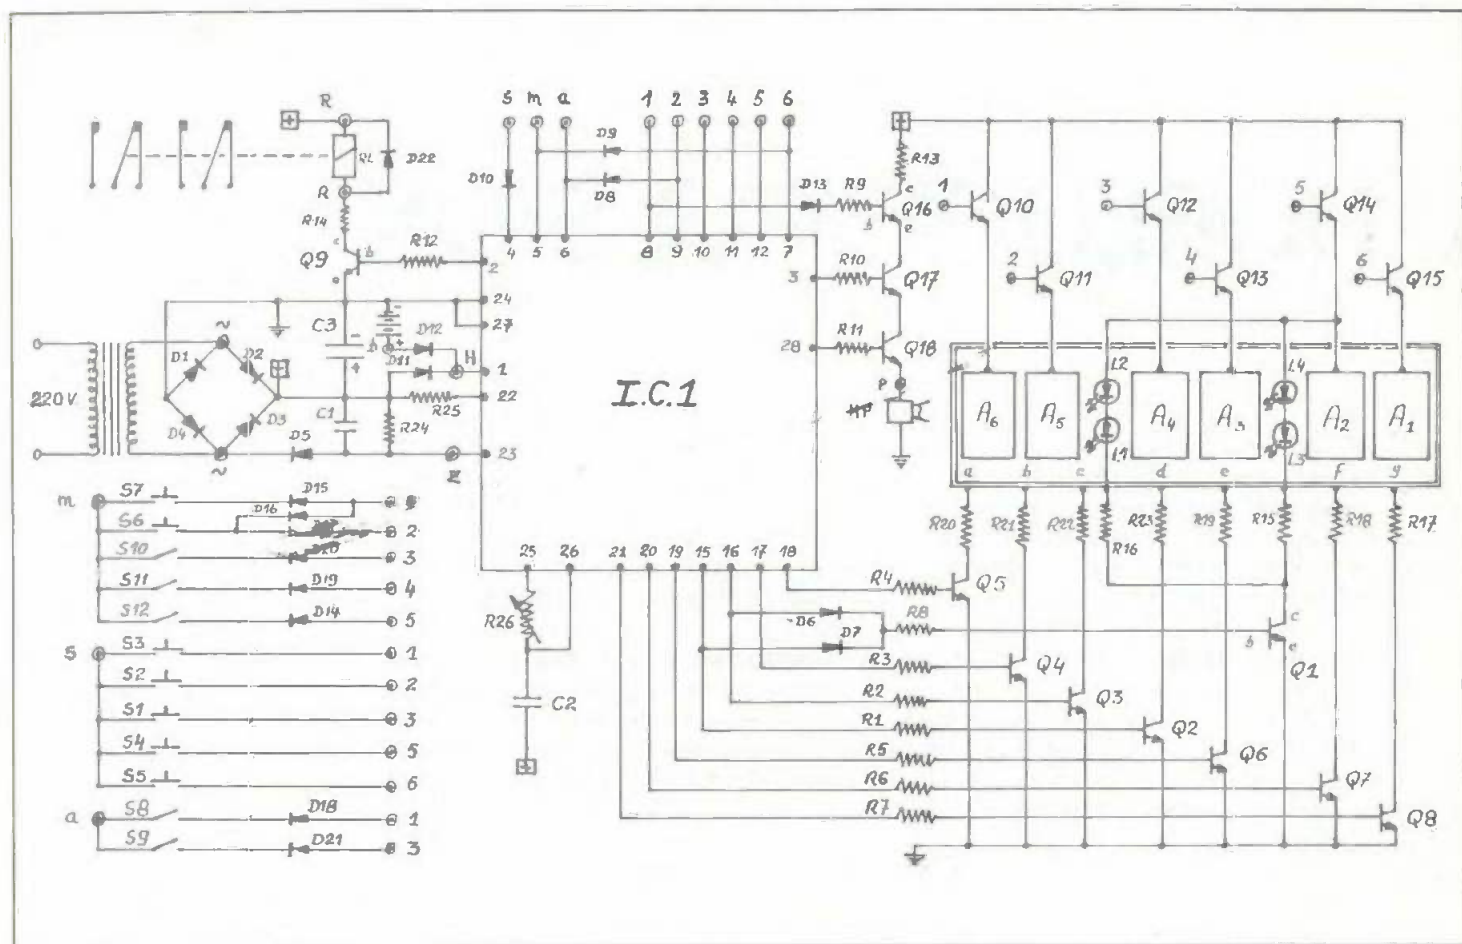

Fig. 1. - L'horloge PULSION a été construite autour d'un circuit intégré à vingt-huit broches qui résume toutes les fonctions possibles.
Une telle énumération de possibilités pourrait faire croire à une réalisation d'une complexité décourageante. Pas du tout ! Une fois de plus, comme pour les autres horloges Pulsion, un seul circuit intégré fait la quasi-totalité du travail. Par conséquent, le schéma visible à la figure 1, est loin d'être aussi compliqué qu'on pourrait le craindre.
- Les commandes de fonction sont obtenues par un procédé de balayage (multiplex) entre trois pattes spécialisées (pattes 4, 5, 6) et les sorties afficheurs (pattes 7 à 12). Ceci a permis de présenter le circuit dans un boîtier de 28 pattes seulement ! La matrice des connexions des commandes est reprise en bas à gauche de la figure 1.